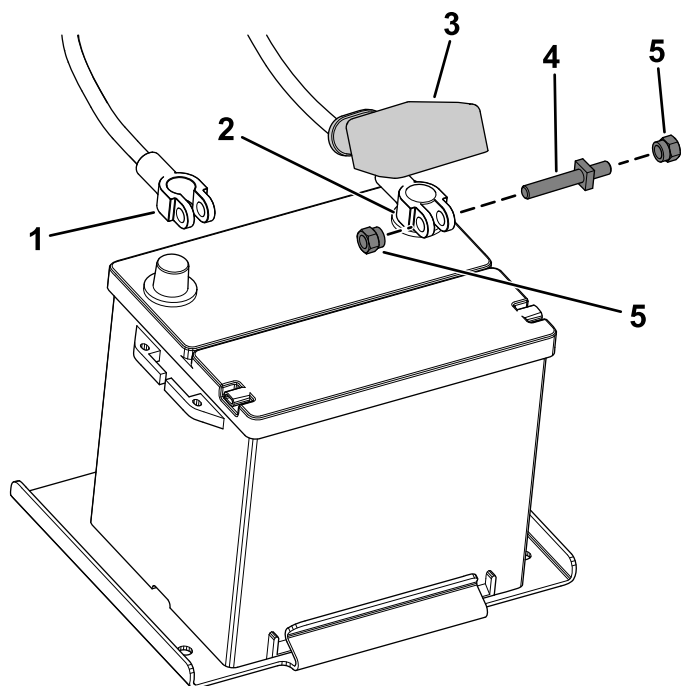

Figura 94
1. Scollegamento dei cavi della batteria (Figura 94).
2. Collegate i cavi della batteria (Figura 94).